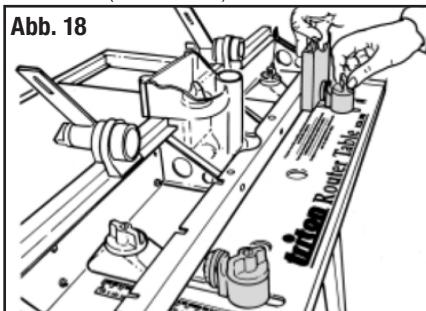

Abb. 18
- Die Feineinsteller (43) sollten bei Nichtgebrauch in ihre Aufbewahrungshalterungen eingesetzt werden (siehe Abb. 10). Bei Verwendung werden Sie in die Slitze auf der Rückseite des Anschlags eingeschoben (siehe Abb. 18).
3. Setzen Sie das Verschnittstück zwischen den hinteren Flansch des Anschlags und die Feineinsteller, bevor Sie sie anziehen (siehe Abb. 18).